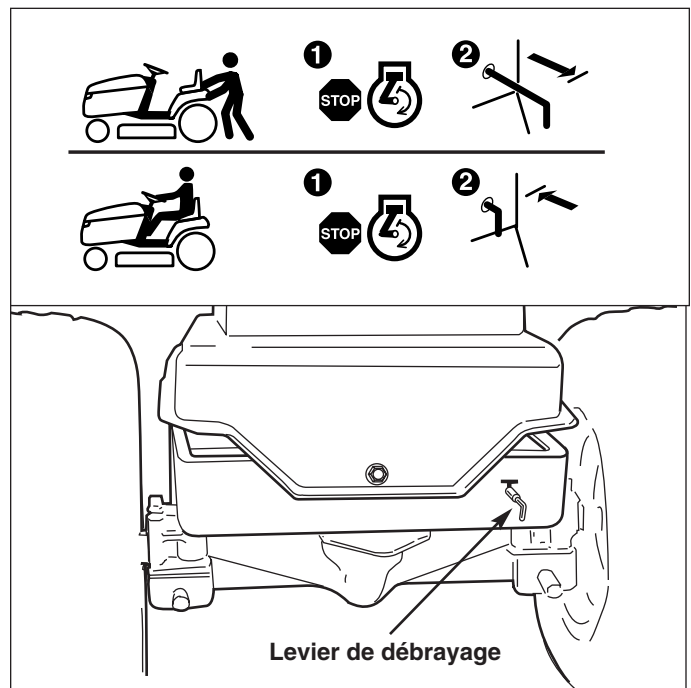

Figure 2. Levier de débrayage – Modèles hydrostatiques
2. Tirer le levier de débrayage de la transmission en arrière d'environ 6,4 cm pour le verrouiller en position débrayée (figure 2).